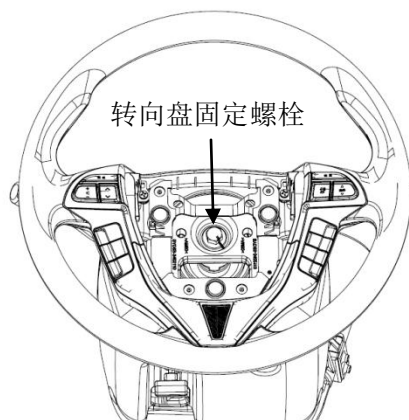

图4-3
①拔出其余线束接插件；
②松开固定转向盘的六角法兰面螺栓。如图 4-3所示。